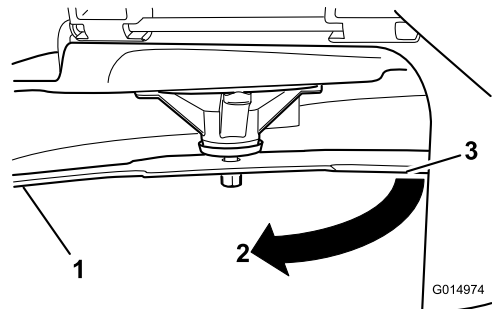

Bild 73
4. Drehen Sie dasselbe Messer um 180 Grad, sodass die andere Schnittkante jetzt in derselben Stellung ist (Bild 73).